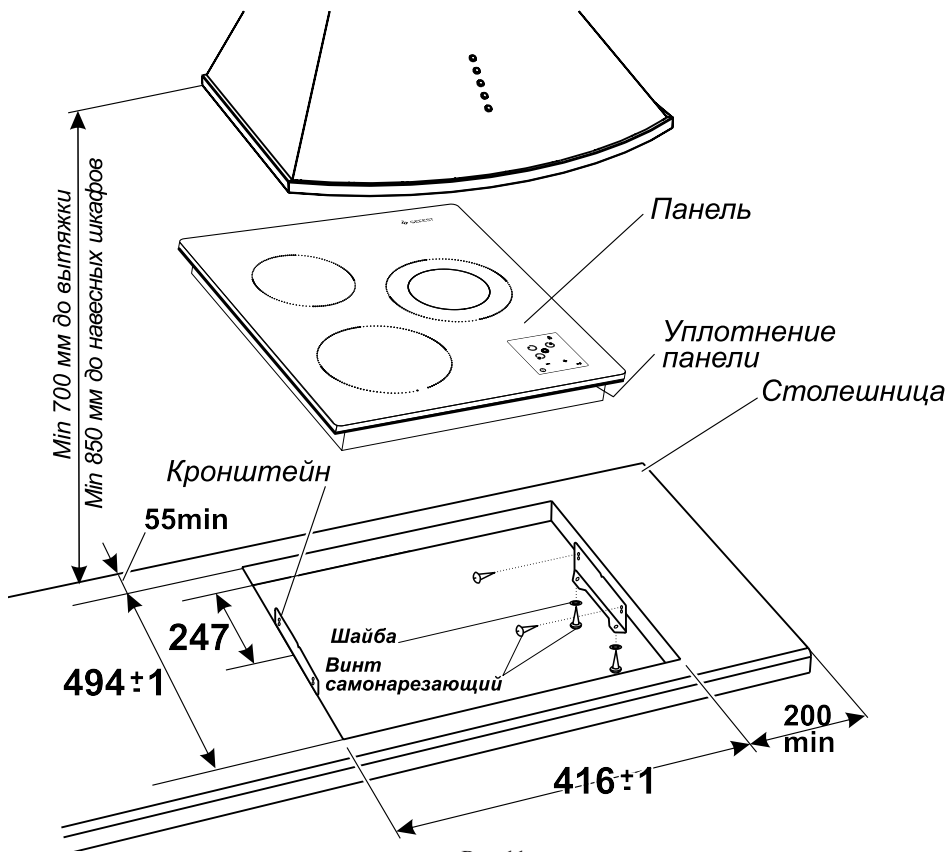

Рис.11
1. Точно разметить на столешнице контур проема под встраиваемую варочную панель (рис.11).